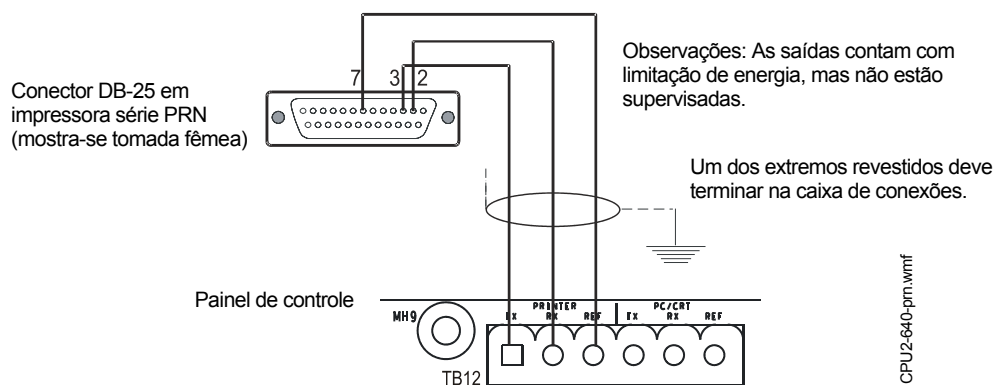

Figura 3.26 Conexões de impressora remota
1. Conecte os três (3) contatos abertos do cabo personalizado no bloco do terminal TB12 no painel de controle, como aparece na figura 3.26.